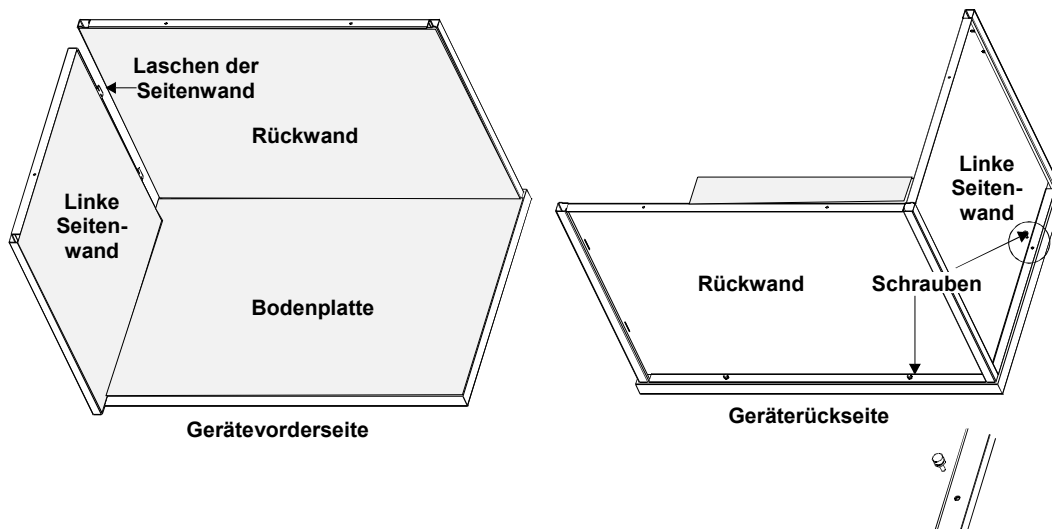

Abbildung 3. Befestigung der linken Seitenwand an Rückwand und Bodenplatte
5. Halten Sie die Rückwand aufrecht und setzen Sie die linke Seitenwand (Nr. 3) so an, dass deren Laschen sich in die Rückwand (Nr. 2) einfügen. Befestigen Sie die linke Seitenwand auf der Bodenplatte, indem Sie die beiden Schrauben wie in Abbildung 3 dargestellt anziehen.